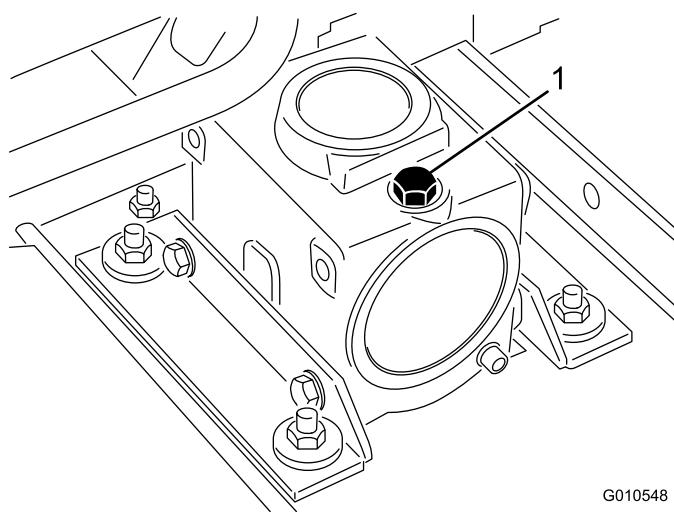

Figura 6
2. Togliete il tappo di riempimento/asta di livello da sopra gli ingranaggi (Figura 6) e verificate che il lubrificante si trovi tra i segni riportati sull'asta. Se il lubrificante è insufficiente, rabboccate lo fino a raggiungere il livello compreso tra i segni.